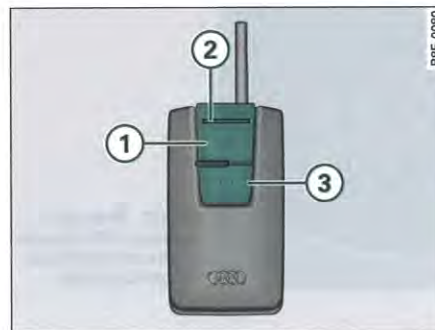

Fig. 139 Radiocommande du chauffage et de la ventilation stationnaires
- Appuyez sur la touche de mise en marche $\Rightarrow$ page 136, fig. 139 ① jusqu'à ce que le témoin ② s'allume. La fonction **Heizung Ein** (chauffage en circuit) ou **Lüftung Ein** (ventilation en circuit) est ainsi activée.